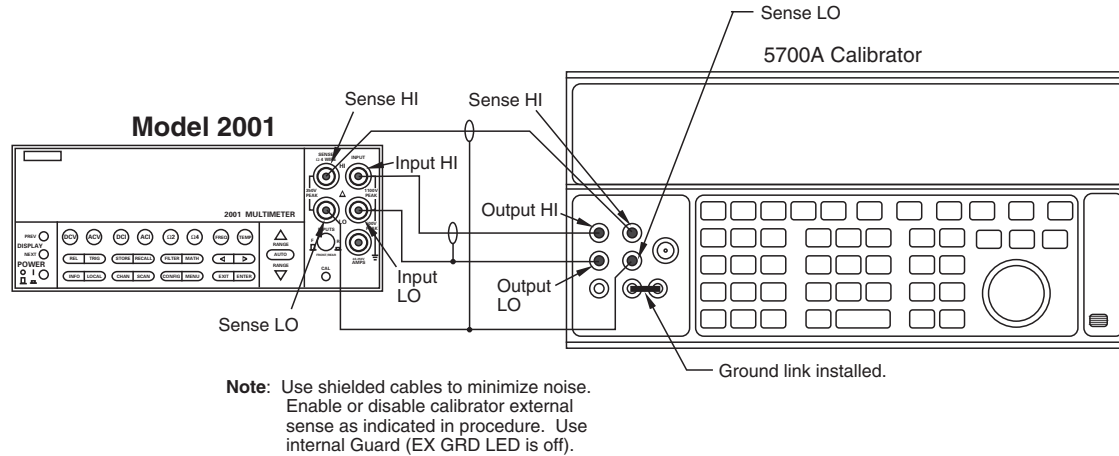

Figure 2-2
2. 断开低热短路器, DC校准器连接到输入插孔, 如图2-2所示。